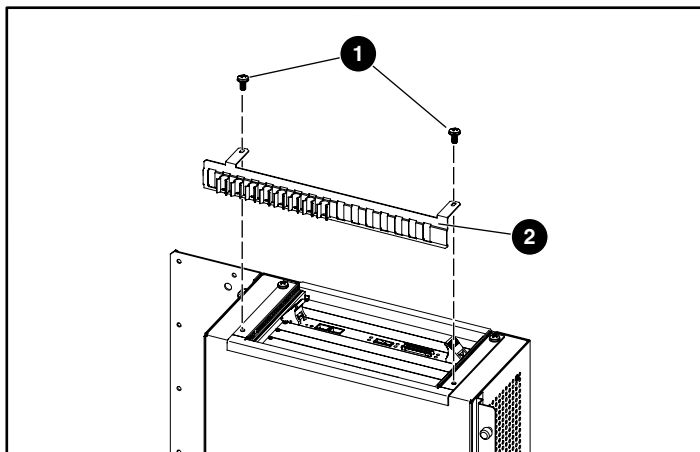

Figura 15: Installazione del morsetto superiore
❶ Viti
2. Installare il morsetto superiore sull'alloggiamento di espansione utilizzando le viti rimosse al punto 1 (vedere la Figura 15).